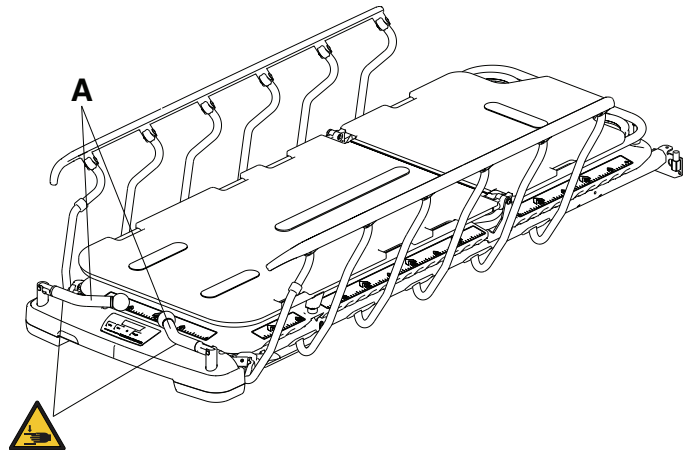

Рисунок 12 – Перевод ручек для толкания ножного конца в сложенное положение
3. Выполните эти действия в обратном порядке, чтобы перевести ручки для толкания ножного конца (A) в сложенное положение (Рисунок 12).